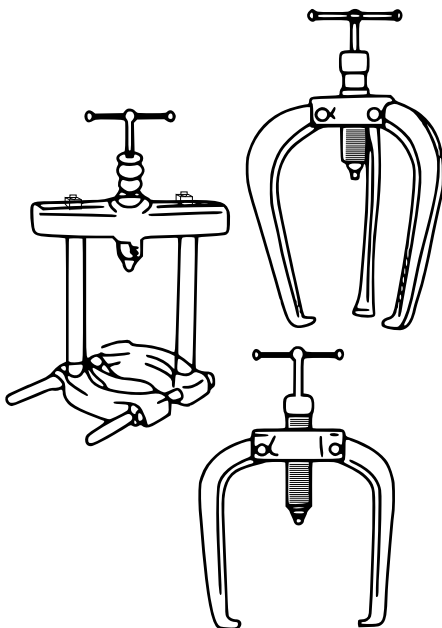
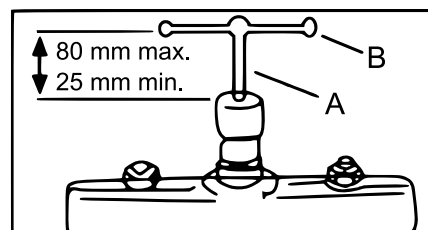

Abbildung 1
Abbildung 2
2. Montieren Sie den entsprechenden Abzieher (siehe Abb. 1) und stellen Sie den T-Griff (Abb. 2, A) so ein, dass sich der Abzieher (Abb. 2, B) etwa 80 mm über der Oberkante der Spindel befindet (siehe Abb. 2).
5. Schrauben Sie den T-Griff nicht weiter als 25 mm vom Ende der Druckspindel ein (siehe Abb. 2). Wenn das Werkstück eine zusätzliche Verschiebung erfordert, schrauben Sie den T-Griff bis 80 mm vom Ende der Spindel ab. Schrauben Sie den Druckspindelkörper nach unten, so dass der Mitteladapter wieder an der Welle anliegt. Anschließend das Werkstück weiter von der Welle nach oben ziehen.